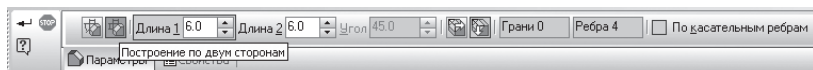

Рис. 201
- введите в поле **Длина 1** величину 6 мм и **Длина 2** тоже 6 мм (рис. 201);